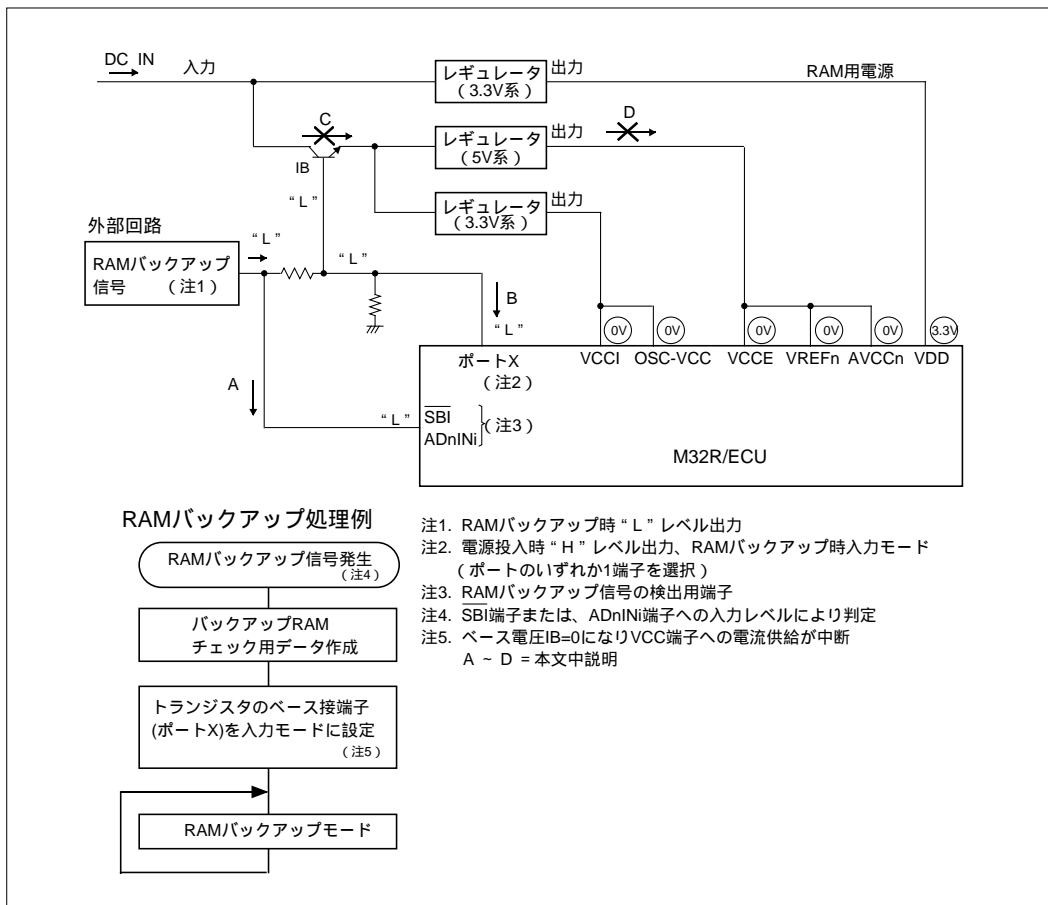
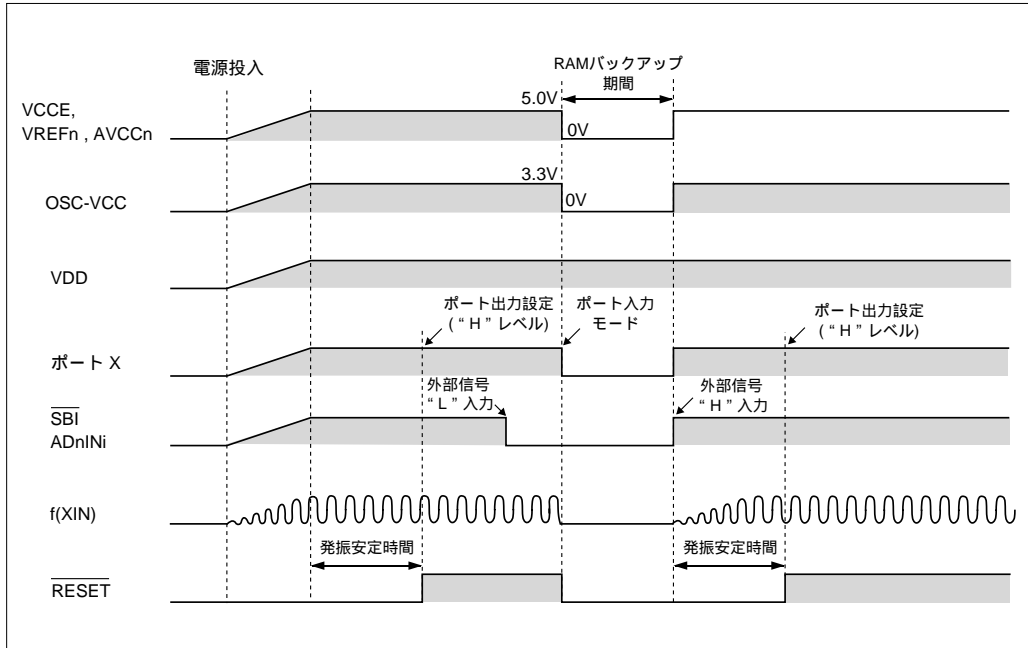

図17.3.3 低消費電力化時のRAMバックアップ時の状態
図17.3.4 低消費電力化のためのRAMバックアップシーケンス例
図17.3.3にRAMバックアップ時の状態を、図17.3.4にRAMバックアップシーケンスを示します。外部回路から“L”レベルが出力されるとSBI端子またはADnINi端子へ“L”レベルが入力されます。これらの端子への“L”レベル入力が、RAMバックアップ信号の発生となります(図17.3.3のA、)。RAMバックアップモードを有効にするためには、次の設定を行ってください。
- (1) RAMバックアップモードから通常モードに復帰したときに、RAMのデータが正常に保存されていたかのチェック用データを作成(図17.3.3の)。)
- (2) 低消費電力を実現するために、ポートX以外のプログラマブル入出力ポートをすべて入力モード(又は出力モードで“L”レベル出力)に設定する(図17.3.3の)。
- (3) ポートXを入力モードに設定する(図17.3.3のB、)。この処置によってトランジスタのベース電圧IBが“L”レベルになり、電流はトランジスタを経由して電源からVCC端子へ流れないため(図17.3.3のC)、VCC端子への電流の供給が切れます(図17.3.3のD)。
- (1)~(3)の設定によってVDD端子は $3.3V \pm 10\%$ 、その他の端子は0Vになり、M32R/ECUはRAMバックアップモードになります(図17.3.3の)。